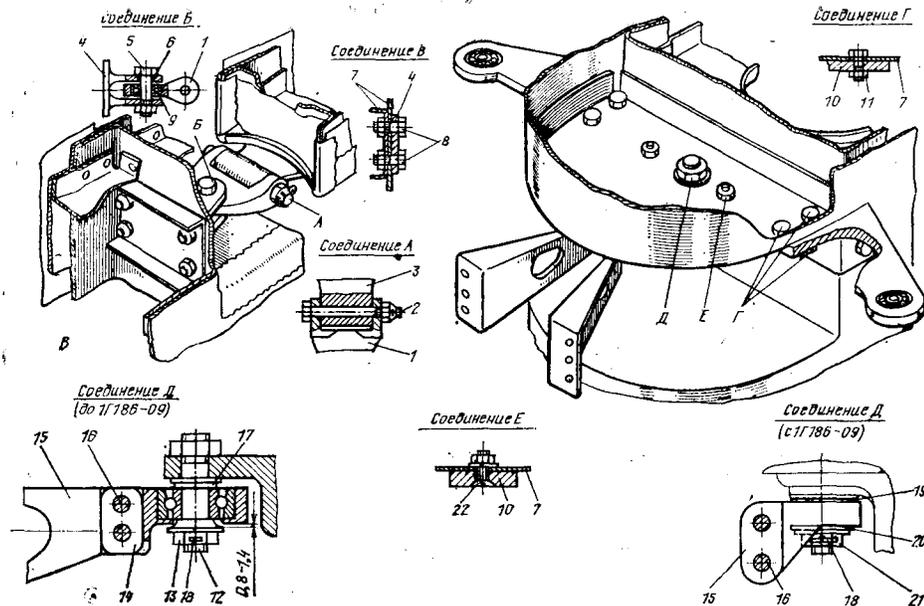

Рис. 46. Узлы навески руля направления:
| <p align="center">I. Демонтаж руля направления (РН)</p> <p>1. Разъедините ШР проводки к хвостовому АНО и к электромеханизму УТ-6Д триммера РН, отсоединив заднюю часть зализа оперения. Работу выполняет техник по АирЭО.</p> <p>2. Отсоедините перемычки металлизации от качалки-кабанчика 10 (рис. 46) нижнего узла навески (слева и справа), между РН и кронштейном на шп. № 26 в нижнем узле навески, между кронштейнами на РН и на киле в верхнем и среднем узлах навески, отвернув отверткой винты крепления и сняв пружинные и плоские шайбы.</p> <p>3. Расшплинтуйте и отверните ключами $S=10 \times 12$, 11 гайки болтов, соединяющих серьи тросов управления с кабанчиком 10 на руле направления. Выньте болты и отсоедините серьи тросов от кабанчика.</p> <p>4. Расшплинтуйте и отверните ключами $S=10 \times 12$, 11 гайки двух болтов 16 крепления звена 14 к кронштейну 15 в нижнем узле навески РН. Снимите шайбы и выньте оба болта.</p> <p>Работу выполняют два человека.</p> <p>5. Расшплинтуйте и отверните ключами $S=10 \times 12$, 11 гайки горизонтально расположенных болтов 2 верхнего и среднего узлов навески руля. Снимите шайбы и выньте болты из соединений, поддерживая руль руками.</p> <p>6. Отделите руль, отклонив и немного приподняв его вверх. Уложите снятый руль на стеллаж.</p> <p>7. На снятом руле расшплинтуйте и отверните ключом $S=14 \times 15$ гайку 18 (21), снимите звено 14 и шайбу 17 (шайбы 19 и 20).</p> <p>8. Расшплинтуйте, отверните ключами $S=10 \times 12$, 11 гайки, снимите шайбы, выньте болты 5 крепления серег (звеньев) 1 среднего и верхнего узлов навески РН. Снимите серьи.</p> | | <p align="center">Т</p> |
«На самолетах с 1Г186-09, а также доработанных по бюл. Р/1632/82 пресс-масленкой в нижнем узле навески РН (см. поз. 18...21 рис. 46) зазор между гайкой 21, шайбой 20 и звеном 15 не допускается».